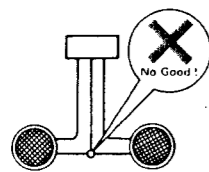

Fig. 1/Abb. 1
- (1) Des haut-parleurs droit et gauche ne sont pas connectés. (Fig. 1)
- (2) Les bornes des haut-parleurs ne sont pas connectées à la terre ou au châssis de la voiture. (Fig. 1)
- (1) Le polarità (-) di entrambi i diffusori sinistro e destro non sono stati collegati. (Fig. 1)
- (2) I terminali (-) degli altoparlanti non sono stati collegati a terra o al telaio dell'automobile. (Fig. 1)
- (1) Los dos altavoces, derecho e izquierdo no están conectados. (Fig. 1)
- (2) Los terminales de tierra de los altavoces no están conectados al chasis del automóvil. (Fig. 1)
- (1) (-) of both left and right speakers are not connected. (Fig. 1)
- (2) (-) speaker terminals are not connected to the ground or to the car chassis. (Fig. 1)
- (1) Die Lautsprecher (links und rechts) sind nicht angeschlossen. (Abb. 1)
- (2) Die Lautsprecherklemmen sind nicht geerdet oder an das Autochassis angeschlossen. (Abb. 1)